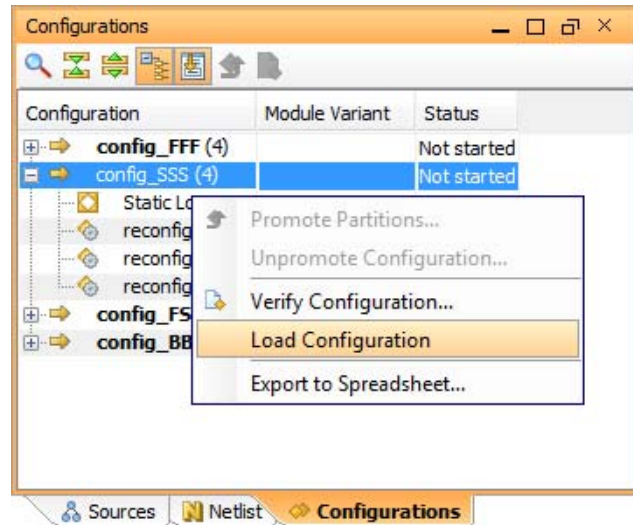

図 4-27：既存コンフィギュレーションの読み込み
1. 図 4-27 に示すように、[Configurations] ビューでコンフィギュレーションを右クリックして [Load Configuration] をクリックし、解析用にネットリストを読み込みます。